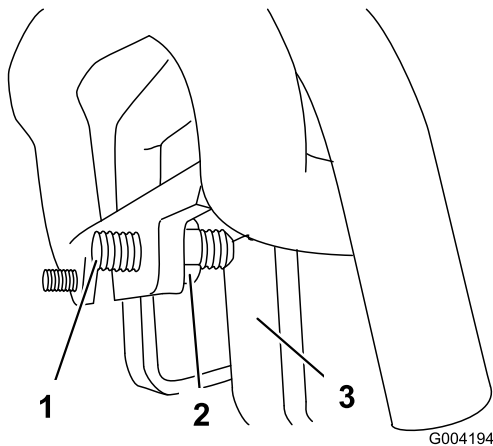

Figura 51
3. Si la unidad de tracción se desvía a la **izquierda**, afloje la contratuerca de la **derecha** y ajuste el tornillo de fijación de desplazamiento en la parte delantera del control de tracción (Figura 51).
4. Si la unidad de tracción se desvía a la **derecha**, afloje la contratuerca de la **izquierda** y ajuste el tornillo de fijación de desplazamiento en la parte delantera del control de tracción (Figura 51).